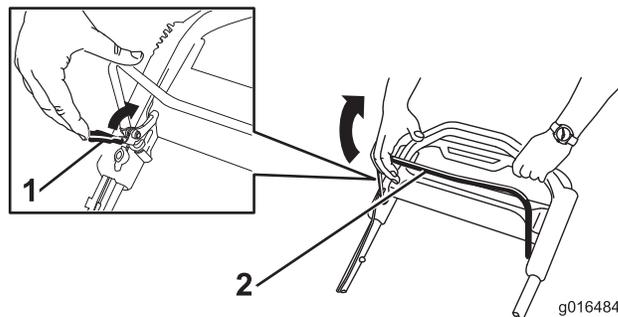

Figure 21
2. Serrez **lentement** la barre de commande des lames contre le guidon (Figure 21).
1. Ramenez le verrou de la barre de commande des lames vers la barre de commande des lames (Figure 21).